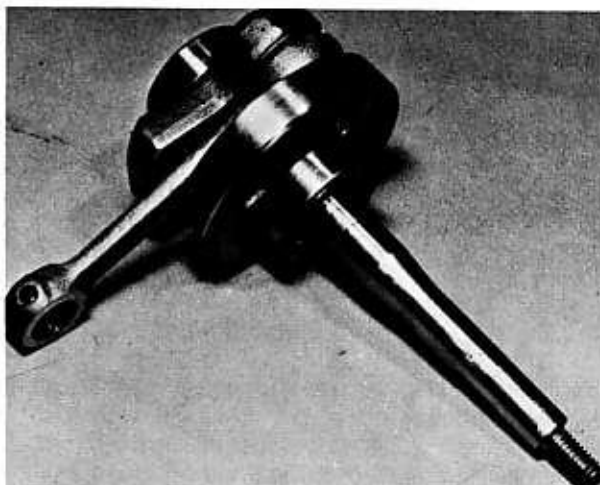

Bild 25
- Es empfiehlt sich, das Austauschen der Hauptlager einer Vespa-Vertretung zu überlassen, die nötigenfalls auch eine Austauschkrbkwelle einbaut (Bild 25).